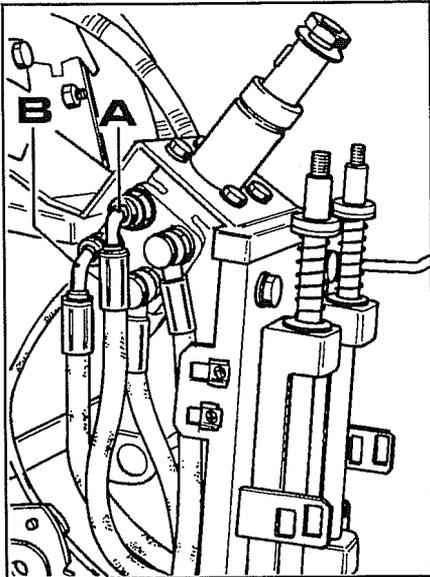

Fig. 14
14. Débrancher la canalisation **A** fig. 14 de la direction hydraulique à la boîte de vitesses, puis débrancher la canalisation de refoulement **B** de la soupape prioritaire à la direction hydraulique.